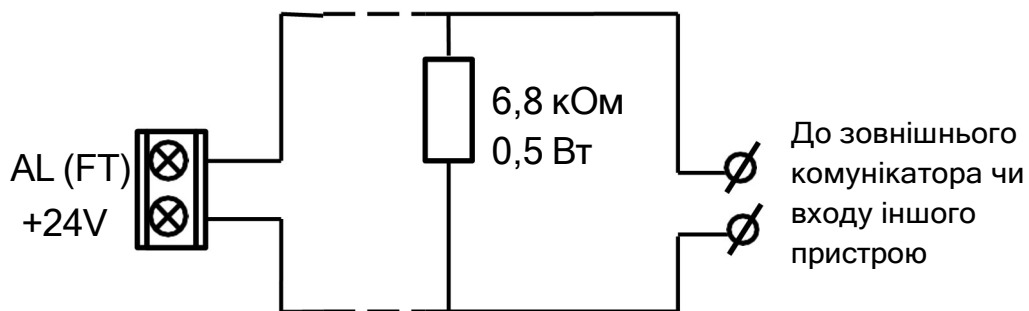

Рисунок 5.4 - Підключення виходів AL та FT
5.3.5.1 ППКП містить 2 виходи «Пожежа» та «Несправність» для підключення зовнішніх пристроїв або комунікатора. Це транзисторні виходи типу «відкритий колектор» з обмеженням струму комутації (100 мА) та контролюванням лінії підключення. В кінці лінії встановлюють резистор 6,8 кОм, 0,5 Вт. Підключення виходів наведено на рис. 5.4. Якщо вихід не планується використовувати, то потрібно зробити відповідні налаштування за допомогою застосунку tloader II. На рисунку показане підключення виходів до гальванічно розв'язаних входів (обмотки реле, оптопар) суміжних пристроїв. Якщо входи не мають гальванічної розв'язки, потрібно додатково з'єднати клеми «GND» ППКП і суміжних пристроїв.